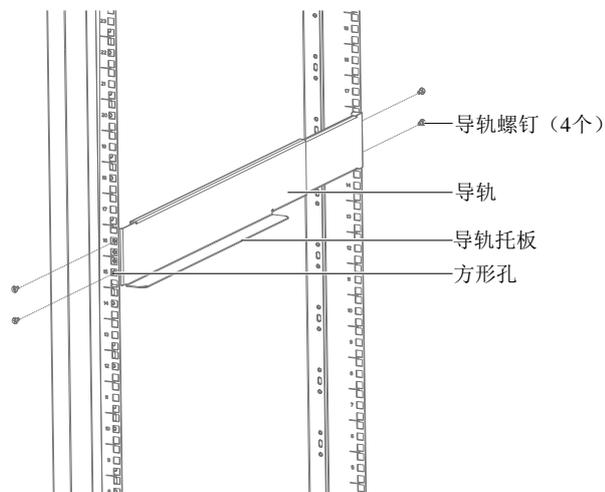

图2-13 安装导轨
3) 将导轨的安装孔对准机架方形孔，用所附的导轨螺钉（共 8 个）将导轨固定在机架上，左右导轨各需 4 个导轨螺钉，如图 2-13 所示。